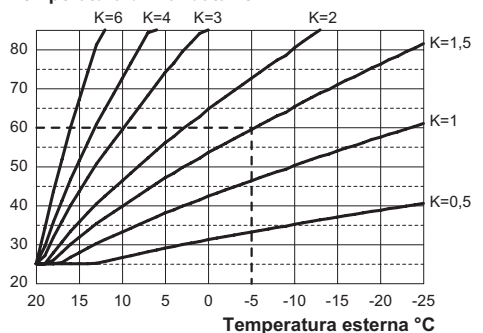

Figura 5.52
Se alla caldaia **È COLLEGATO** il comando remoto (opzionale) riferirsi alla Figura 5.52.
Quando si installa la sonda esterna bisogna impostare questo parametro in base al rendimento dell'impianto di riscaldamento per ottimizzare la temperatura di mandata (Figura 5.52).
Es. Per avere una temperatura di mandata all'impianto di riscaldamento di 60°C con una esterna di -5°C si deve settare un K di 1,5 (linea tratteggiata in Figura 5.52).
- Utilizzando i tasti 49 o 51 è possibile modificare il valore del parametro 14 da un minimo di **00** ad un massimo di **60** in base alla curva scelta del coefficiente K in Figura 5.52 (il valore letto